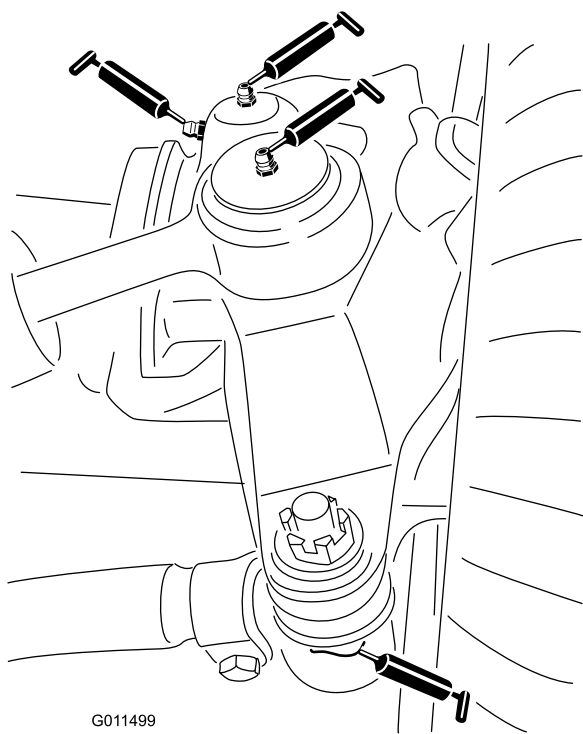

図 36
- ステアリングシリンダのボールジョイント2ヶ所 図 36
- タイロッドのボールジョイント2ヶ所 図 36
- キングピンのブッシュ2ヶ所 (図 36)